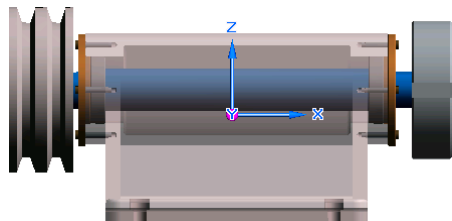
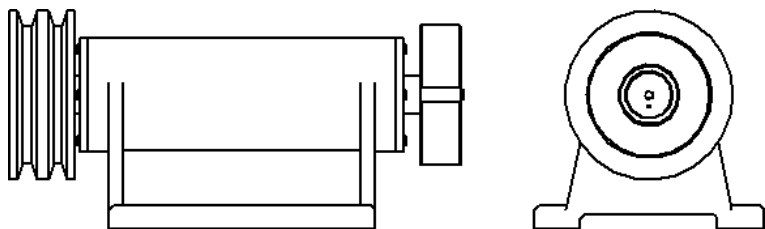

图 10.5.2 定义视图方位
图 10.5.3 创建基本视图
(1) 单击 **图纸视图** 区域的“视图向导”按钮 ，系统弹出“选择模型”对话框。在 **查找范围(U):** 下拉列表中选择目录 D:\sest4.12\work\ch10\ch10.05，然后选择“milling_head_asm”模型，单击 **打开(O)** 按钮。
(2) 此时系统弹出“图纸视图创建向导”对话框，取消选中 **在以下视图中显示隐藏零件的边** 下面的 ☐ **正视图(V)** 复选框，单击 **下一步(N) >** 按钮，然后单击 **定制(C)...** 按钮，采用图 10.5.2 所示的方位，单击 **关闭** 按钮。
(3) 在“图纸视图创建向导”对话框 **图纸视图布局** 区域确认  按钮和  处于按下状态，然后单击 **完成(F)** 按钮。
(4) 在“视图向导”命令条中单击  按钮，确认视图比例为 **1:2**。将鼠标放在图形区，会出现视图的预览，选择合适的放置位置单击以生成基本视图，然后将视图的位置进行调整，结果如图 10.5.3 所示。